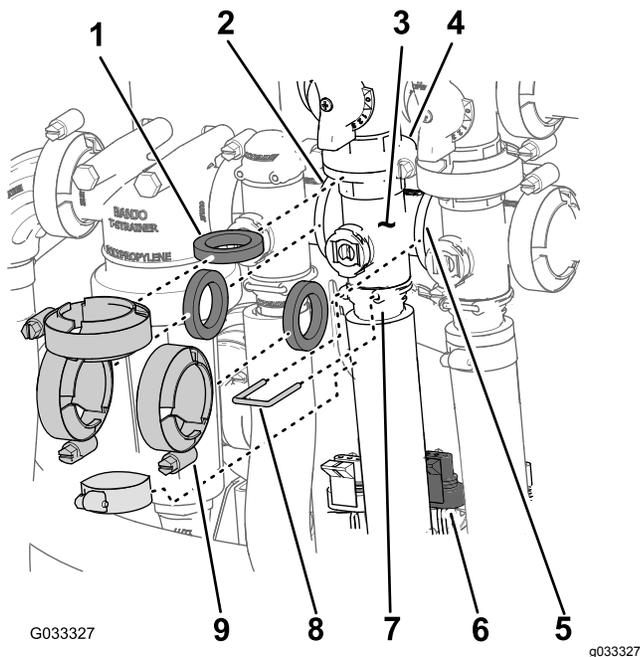

図 64
1. 攪拌バルブ用のマニホールド 図 64 を攪拌バイパスバルブ、散布量制御バルブ、マスターブームバルブおよびアダプタフィッティングに固定しているクランプとガスケットを外す。
2. 攪拌バルブ用のマニホールドに出口フィッティングを固定しているリテーナを外す 図 64。